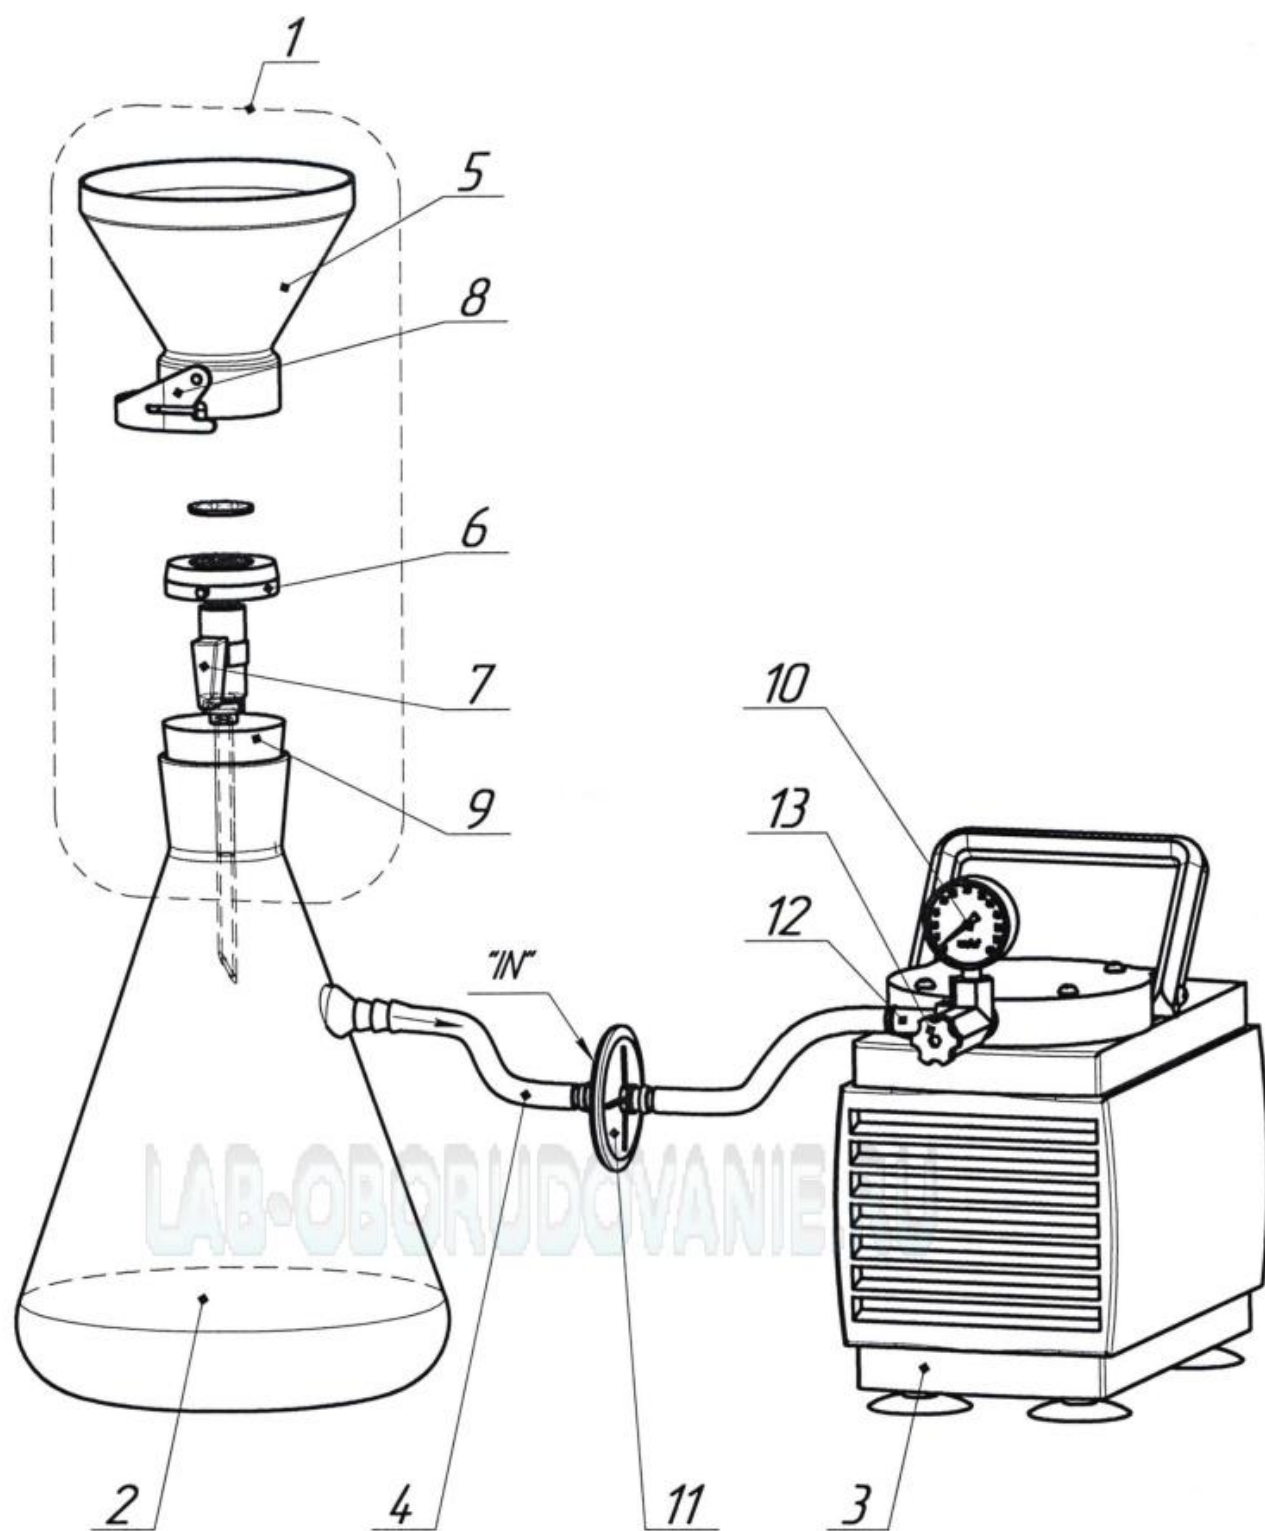

Рис. 1
4.1. Приборы вакуумного фильтрования ПВФ-35/1НБ и ПВФ-47/1НБ имеют принципиально одинаковую конструкцию и состоят из следующих основных частей (см. рис.1): ячейки фильтровальной 1, ресивера (колбы Бунзена) 2, вакуумного насоса 3, соединительного шланга 4.
4.2. Ячейка фильтровальная (см. рис.1) включает в себя: воронку 5, основание 6, кран 7, предназначенный для запираания отсасывающего канала ячейки.
4.5. Фильтр-влагоотделитель 11, представляющий собой полиэтиленовый корпус с впрессованной в него фторопластовой мембраной, предназначен для предотвращения попадания в насос капель влаги, **что недопустимо для работы вакуумного насоса**. Фильтр-влагоотделитель 11 устанавливается в разрез шланга 4 стороной IN к колбе Бунзена (см.рис.1).